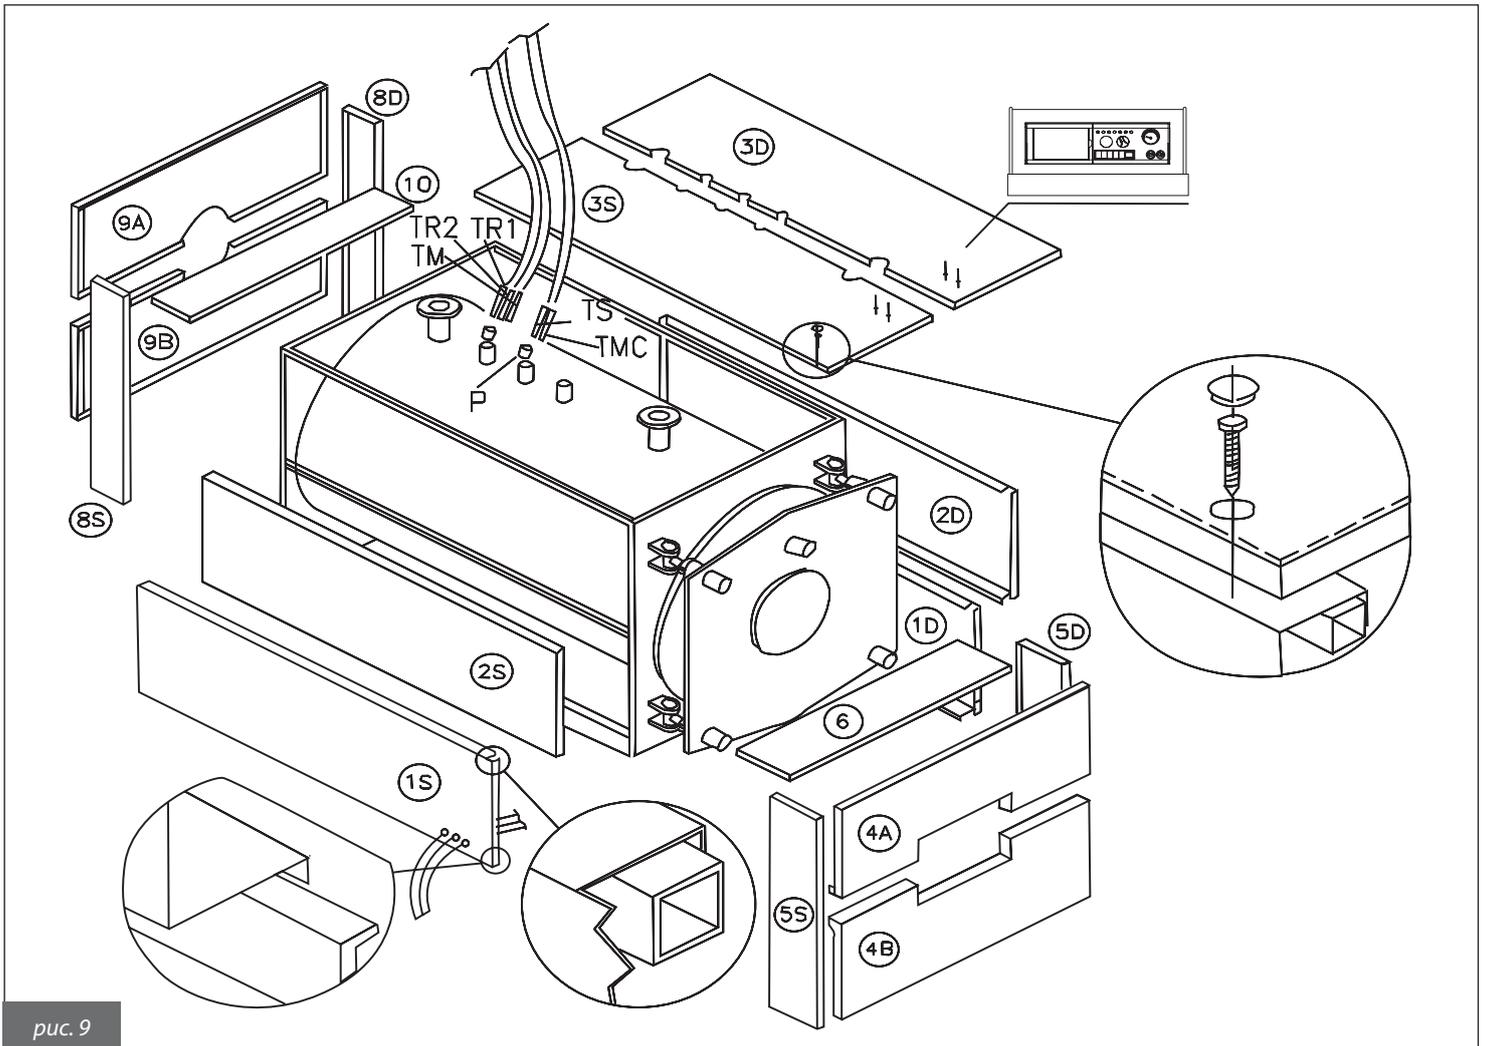

рис. 9
## 4.2. Облицовка котла для мод. 500÷1300 (рис. 9)
- ф) Установить панели (5S) (5D), закрепляя на боковых панелях с помощью соответствующих скоб, после чего установить передние панели (4B) и (4A), закрепляя их на панелях (5S) и (5D). Закрыть обшивку дверцы верхней панелью (6), закрепив ее винтами и закрыв проходные отверстия заглушками (см. рис. 9).
- г) Установить панели (8S) и (8D), закрепляя их на боковых панелях с помощью соответствующих скоб, после чего установить передние панели (9B) и (9A), закрепляя их на панелях (8S) и (8D). Закрыть обшивку дымохода с помощью верхней панели (10), закрепив ее винтами и закрыв проходные отверстия заглушками.